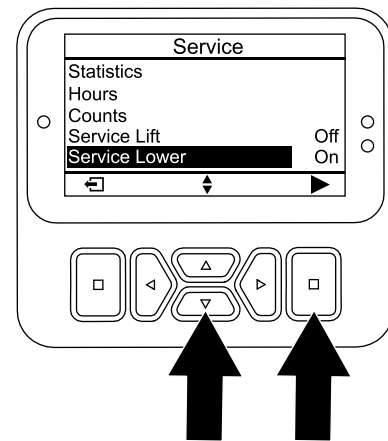

Figura 167
6. Premete il pulsante Giù fino a quando non viene selezionata l'opzione ABBASSAMENTO MANUTENZIONE, quindi premete il pulsante Invio (Figura 167).